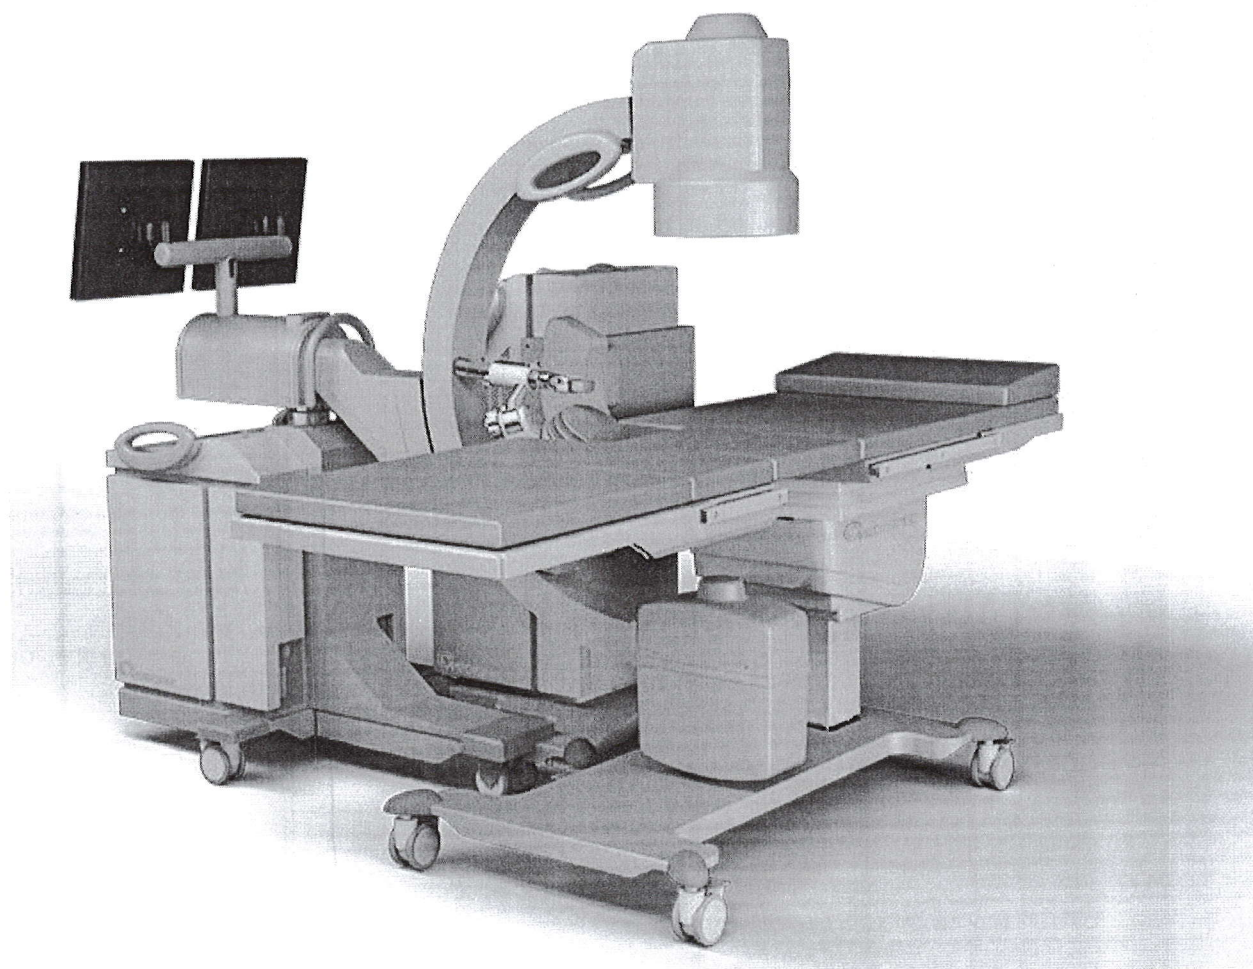

Рисунок 3-5: Позиционирование на рентгеновском снимке (показана полная система ESWLot Medispec)
3. Расположите рентгеновский аппарат таким образом, чтобы просматривать целевую область перед головкой ударной волны (Рисунок 3-5).